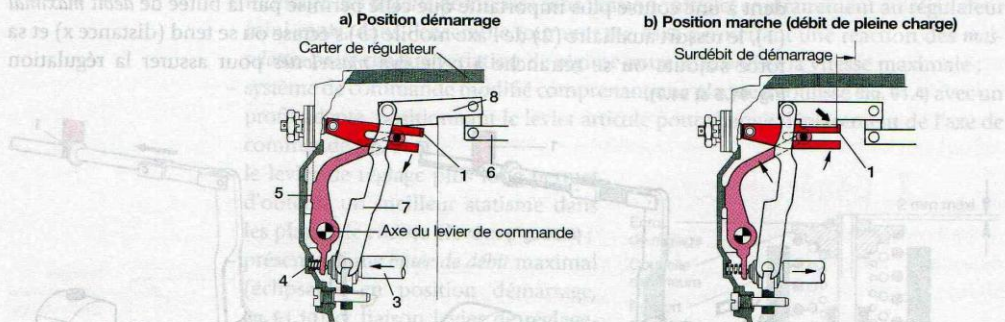

Figure 91.10. Positions des leviers (ancienne version)
- présence d'une *butée de débit maximal* (éclipsable en position démarrage, fig. 91.10) et liaison levier de réglage-bloc tournant élastique grâce à un axe mobile muni d'un *ressort* auxiliaire (fig. 91.5 et 91.7).
b) Butée automatique (fig. 91.10 et 91.12). Au démarrage, l'axe mobile (3) comprime le ressort (4) et éloigne le levier basculeur (5) de sa position repos (cote x, fig. 91.10a). La butée de pleine charge (1) est ainsi dégagée libérant la *tige de réglage* (6) vers une course plus importante (débit de démarrage, fig. 91.10a).